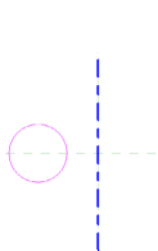

图 3-45 绘制旋转截面
(3) 单击“修改 | 创建旋转”选项卡“绘制”面板中的“圆”按钮，绘制旋转截面，单击“修改 | 创建旋转”选项卡“绘制”面板中的“轴线”按钮，绘制竖直轴线，如图 3-45 所示。